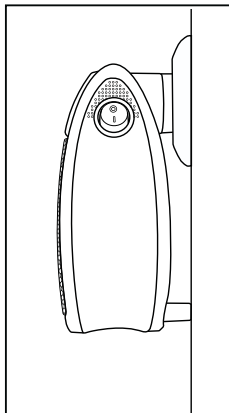

Fig. 1
- O aparelho só pode ser utilizado numa tomada elétrica, na posição vertical, e completamente montado. Os distanciadores 10 têm de tocar na parede (ver fig. 1).